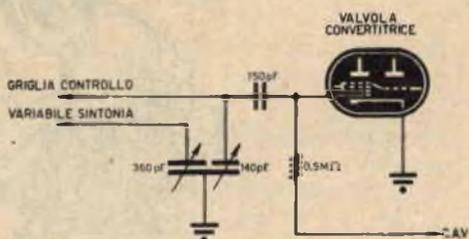
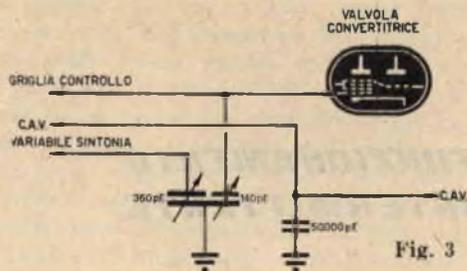

Fig. 2
Fig. 3
**Fig. 2 e 3 - A schemi di figure è possibile vedere quali siano le due variazioni più in uso per il collegamento dello stadio amplificatore di AF e il gruppo di sintonia. A fig. 2 è visibile il collegamento per quei gruppi di AF sprovvisti di attacco C.A.V. In questo caso il segnale C.A.V. viene applicato sulla griglia controllo tramite una resistenza del valore di 0,5 megaohm. Risulta inoltre necessario collegare un condensatore della capacità di 150 pF tra la griglia controllo ed il gruppo AF. A fig. 3 appaiono i collegamenti per un gruppo provvisto di attacco C.A.V.**